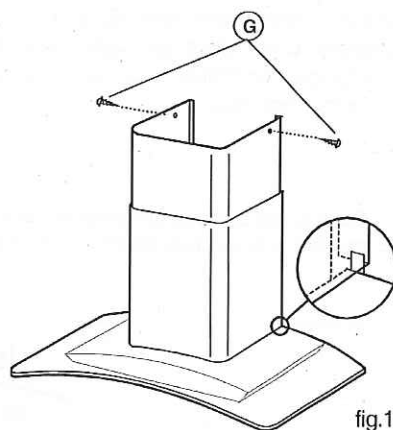
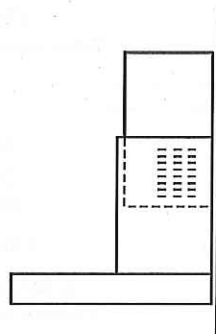

fig.16
fig.18
7. Positionnez les cheminées assemblées sur la hotte. Faites particulièrement attention lors de la manipulation des cheminées télescopiques (surtout au moment de les appuyer sur le corps de la hotte) de ne pas les rayer. La cheminée supérieure doit être positionnée face au déflecteur et fixez-la à l'aide des 2 vis (G) (fig. 16).
5. Positionnez les cheminées assemblées sur la hotte. Faites particulièrement attention lors de la manipulation des cheminées télescopiques (surtout au moment de les appuyer sur le corps de la hotte) de ne pas les rayer (fig. 16). Celles-ci doivent être installées de telle sorte à ce que les grilles d'aération situées sur la cheminée supérieure se placent en position basse (fig. 18).
6. Fixez la cheminée à l'aide des 2 vis (G) (fig. 16).